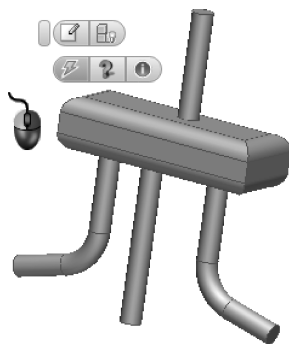

图 3-58 单击模型附近区域
2) 左键单击模型或其附近区域，并在上下文工具栏上单击“自动”图标，如图 3-58 所示。